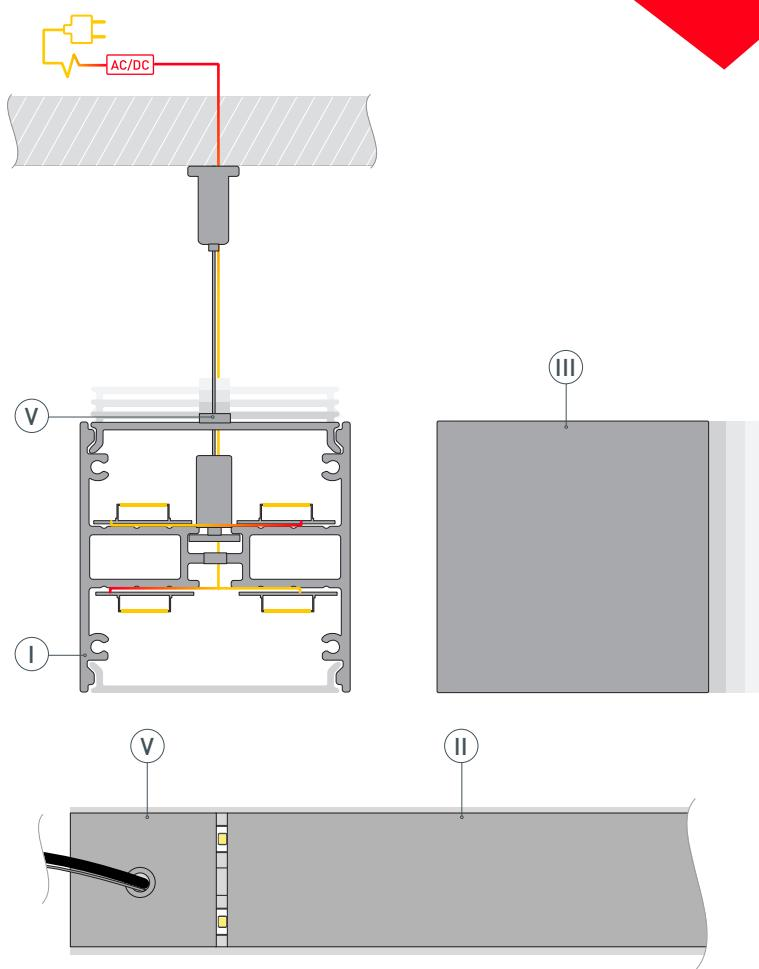

Рис. 1. Профиль **(I)** со вставкой подвеса **(V)** и экраном **(II)**, вид сверху
- 4** Протяните кабель источника питания для подключения светодиодных лент через отверстие во вставке подвеса **(V)**. Зафиксируйте профиль **(I)** на подвесах со вставкой **(V)** и установите верхний экран **(II)**, как показано на рис. 1. Подключите светодиодные ленты к источнику питания, строго соблюдая полярность, обозначенную на плате светодиодных лент. Затем установите заглушки **(III)**.